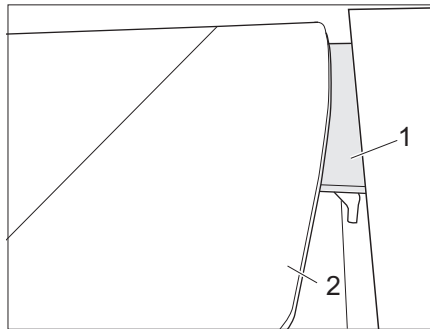
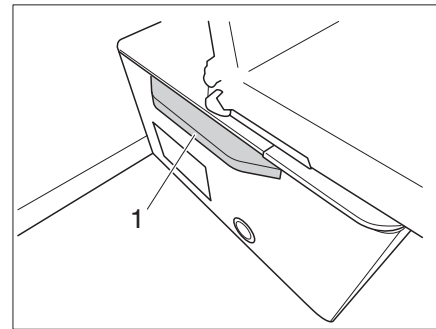

Bild 113 Sänk bord till stödkanten
Bild 114 Sänk bordet till bordsbreddningen
- Sväng bordsskivan (Bild 113,2) nedåt till stödkanten (Bild 113,1) eller låt den vara på den därför avsedda bordsbreddningen (Bild 114,1).